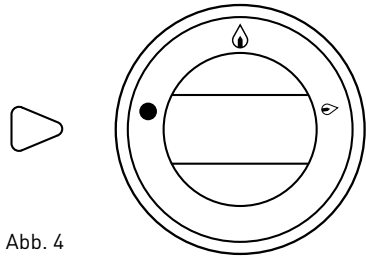

Abb. 4
- Wenn das Braten des Fleisches beendet ist, muss man den Drehknopf EIN/AUS des Heizmechanismus (3) in die Stellung „ausgeschaltet“ drehen (Abb. 4).